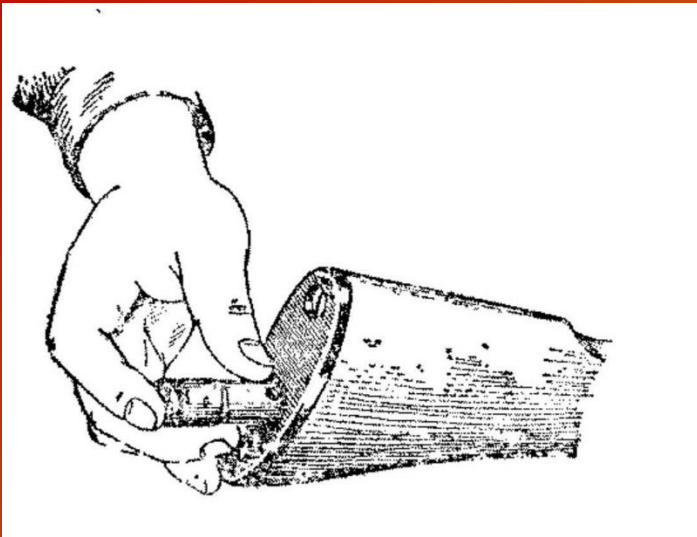

Рис. 10. Вкладывание пенала в гнездо приклада
- 8) **Вложить пенал в гнездо приклада.** Уложить принадлежность в пенал и закрыть его крышкой, вложить пенал дном в гнездо приклада (рис. 10) и утопить его так, чтобы гнездо закрылось крышкой. У АКМС пенал убирается в карман сумки для магазинов.